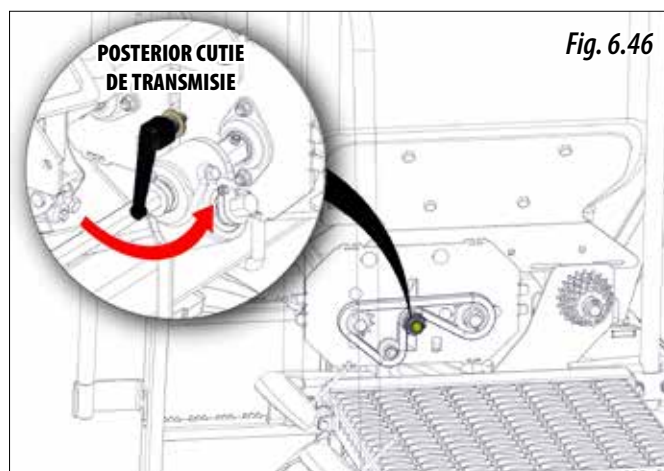

Fig. 6.46
- 2- Scoateți lanțul, desfășcând roata dințată de întindere cu ajutorul manetei amplasate în partea din spate a cutiei (Fig. 6.46).